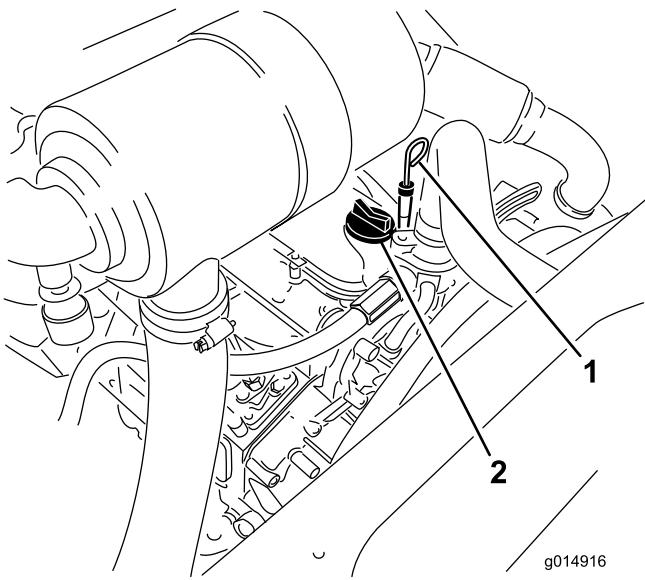

Figura 33
3. Retire la varilla, límpielala, y vuelva a colocarla (Figura 33).
- Si el nivel de aceite está por debajo de la marca Lleno, retire el tapón de llenado (Figura 33) y añada aceite hasta que el nivel llegue a la marca Lleno.